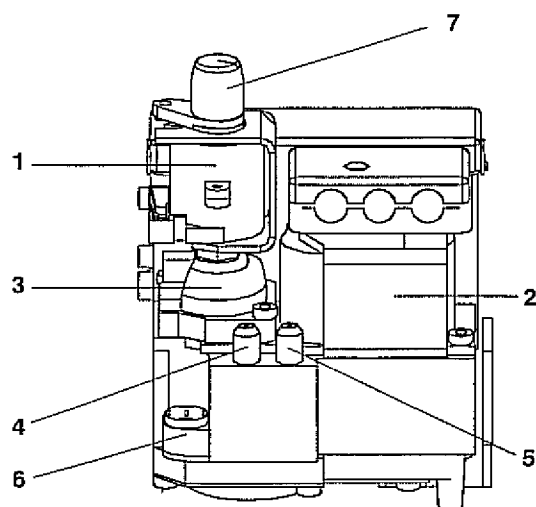

Bild 2
zen (5, Bild 2, Seite 21) am Gas-Kombi-
(siehe hierzu Bild 2 und 3)
- Die gelbe Abdeckkappe (7, Bild 2) der Modulationsspule (1) abnehmen